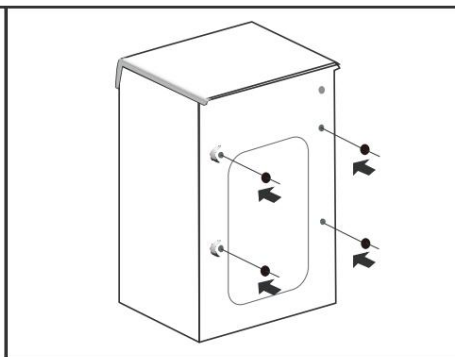

Figura 2
3. Utilice los tapones de plástico suministrados para cubrir los cuatro orificios (véase la Figura 2).